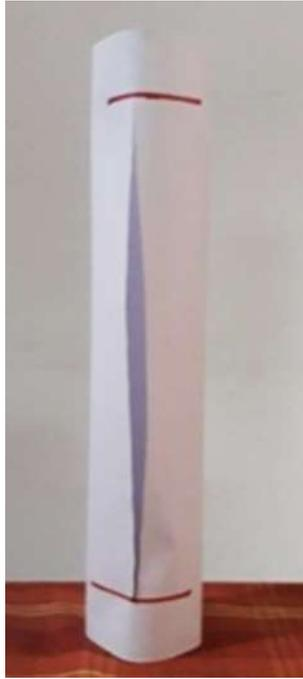

Figura 1: Tubo de cartulina con incisión.
3. Desde la base del tubo midan 3 cm y realicen en ese punto una línea perpendicular al eje longitudinal del tubo (figura 1).
4. Desde la parte superior del tubo midan 3 cm y realicen en ese punto una línea perpendicular al eje longitudinal del tubo (figura 1).
5. Realicen una incisión en el tubo como indica la figura 1.